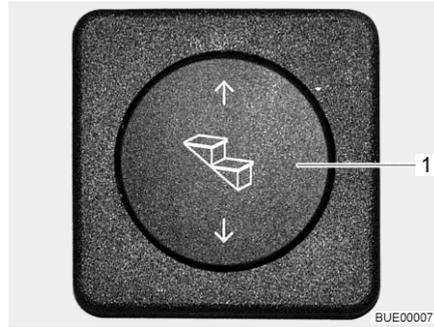

Fig. 4 Commutateur à bascule marche-pied
**Sortir :** ■ Appuyer sur le commutateur à bascule (Fig. 4,1) vers le bas jusqu'à ce que le marche-pied soit entièrement sorti.
**Rentrer :** ■ Appuyer sur le commutateur à bascule (Fig. 4,1) vers le haut jusqu'à ce que le marche-pied soit entièrement ressorti.